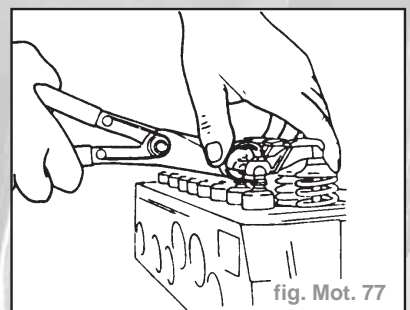

fig. Mot. 77
- Déposer les ressorts de retenue des culbuteurs à l'aide d'une pince (fig. Mot. 77).
- Monter les ressorts de retenue de culbuteur à l'aide de la pince (fig. Mot. 77).